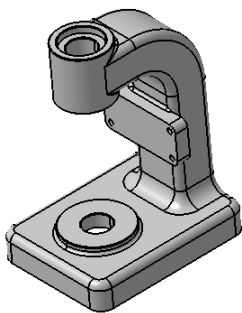

图 3-73 机座
6. 完成机座的建模, 如图 3-73 所示。复习拉伸、抽壳、旋转、切除特征。